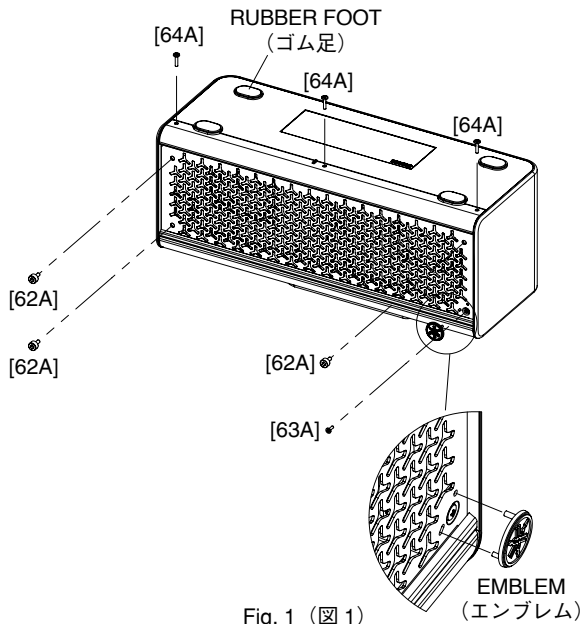

Fig. 1 (図 1)
- 1-1. Using an Allen hex socket screw driver (size: 4 mm), remove the three (3) screws marked [62A].
- 1-2. Remove the emblem. (Fig. 1)
- 1-3. Remove the screw marked [63A]. (Fig. 1)
- 1-4. Remove the three (3) screws marked [64A]. (Fig. 1)
- 1-1. 六角レンチ (4 mm) で [62A] のネジ 3 本を外します。(図 1)
- 1-2. エンブレムを外します。(図 1)
- 1-3. [63A] のネジ 1 本を外します。(図 1)
- 1-4. [64A] のネジ 3 本を外します。(図 1)